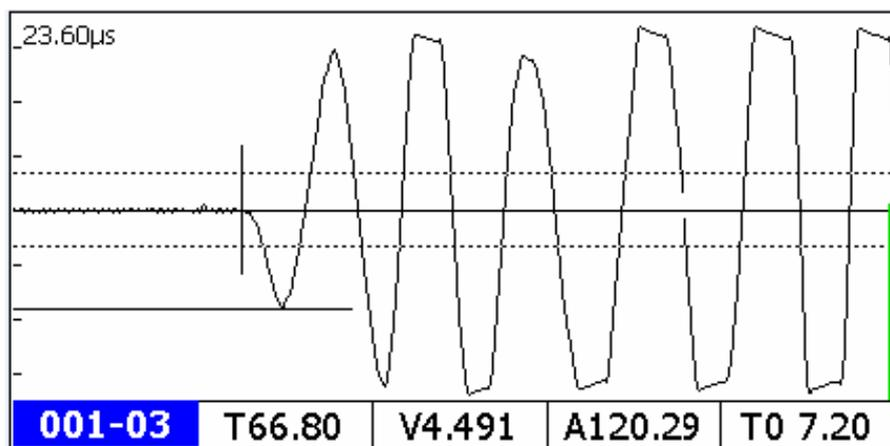

Figura 3.4 Schema grafico della forma d'onda
Per visualizzare la forma d'onda, i parametri acustici, ecc. dell'acquisizione corrente viene utilizzato un campo a canale singolo come nell'esempio mostrato in Figura 3.4.
6) Valore di soglia: è uno dei criteri di valutazione automatica della testa dell'onda; solo la forma d'onda che supera il valore di soglia sarà probabilmente giudicata come fronte d'onda. Come mostrato nella Figura 3.4, le due linee punteggiate sopra e sotto la linea di base sono le linee del valore di soglia.